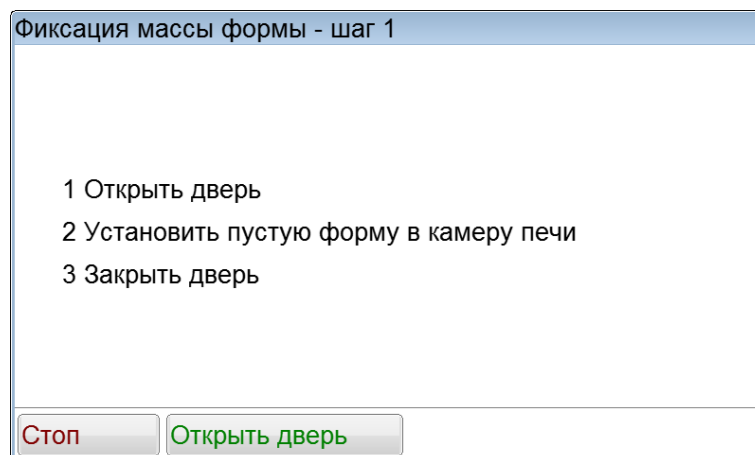

Рисунок 8 – Установка пустой формы в камеру печи
4.5.3 Нажать на кнопку **[Испытание]**. Появится окно **«Фиксация массы пробы – шаг 1»** (см. рисунок 8).
4.5.4 Если дверь печи закрыта, нажать кнопку **[Открыть дверь]** для её разблокировки и открыть дверь. Установить пустую форму в камеру печи (см. рисунок 8).